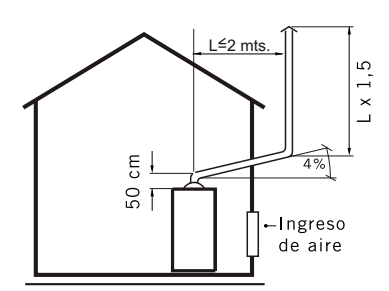

Fig.11
* Si necesita utilizar tramos horizontales, estos deberán comenzar a una altura mínima de 50 cm., desde la salida de gases y con una pendiente de 4% hacia el termotanque. Es necesario, entonces, agregar un tramo vertical con una longitud mínima de 1,5 veces la longitud del tramo horizontal (Fig. 11).